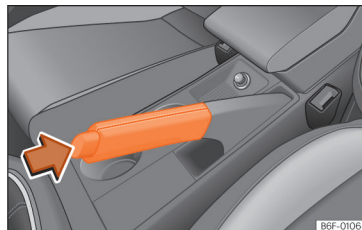

Abb. 241 Handbremse zwischen den Vordersitzen.
- Ziehen Sie den Hebel der Handbremse nach oben »» **Abb. 241**.
- Ziehen Sie den Hebel etwas nach oben, drücken Sie die Entriegelungstaste in Pfeilrichtung »» **Abb. 241** und führen Sie den Handbremshebel ganz nach unten »» ⚠.